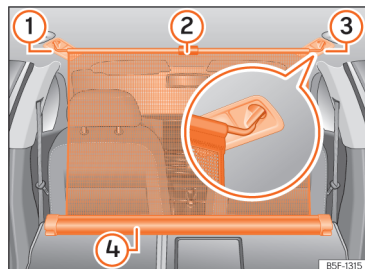

Fig. 190 În portbagaj: plasa de separare fixată pe spătarele banchetei.
- Trageți mânerul » » fig. 190 ② pentru a scoate plasa din casetă ④.
- Agățați plasa de separare în partea dreaptă sau stângă » » fig. 190 ③ (imaginea mărită).
- Agățați plasa de separare în locul de pe partea opusă >>> **fig. 190 ①**, trăgând de tijă.
Plasa de separare este fixată corespunzător când capetele în formă de T sunt fixate bine în locașurile >>> **fig. 190 ③** și **①**.
- Rulați plasa și introduceți-o în caseta >>> **fig. 190 ④**, susținând-o cu mâna.